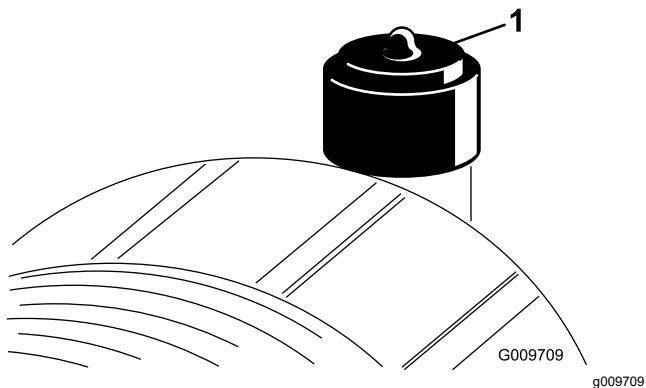

Figura 88
Revise el filtro del limpiador de aire únicamente cuando el indicador de mantenimiento (Figura 88) lo requiera. El cambiar el filtro antes de que sea necesario sólo aumenta la posibilidad de que entre suciedad en el motor al retirar el filtro.
2. Reinicie el indicador (Figura 88) si se ve rojo.